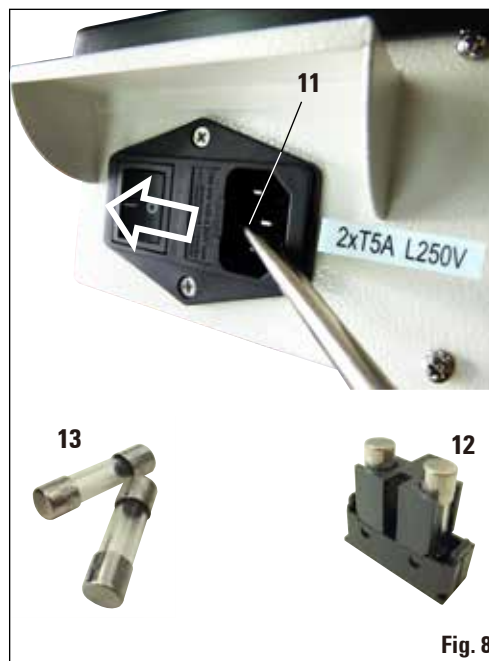

Fig. 8
- Inserire un piccolo cacciavite nella fessura (**Fig. 8, 11**) e fare leva con cautela per estrarre l'inserto del fusibile (**12**).